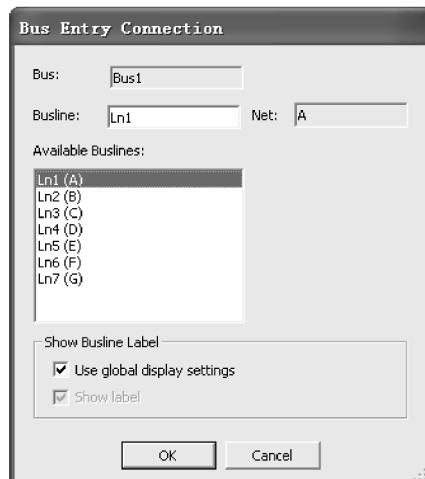

图 4-32 总线分支选择对话框
(4) 绘制 U2 器件与总线连接的单线, 将光标移向第二个元器件的引脚, 待出现一个带十字的圆黑点时单击左键, 然后拖动鼠标移向总线, 与总线相交时再单击, 则出现如图 4-32 所示的总线分支选择对话框。